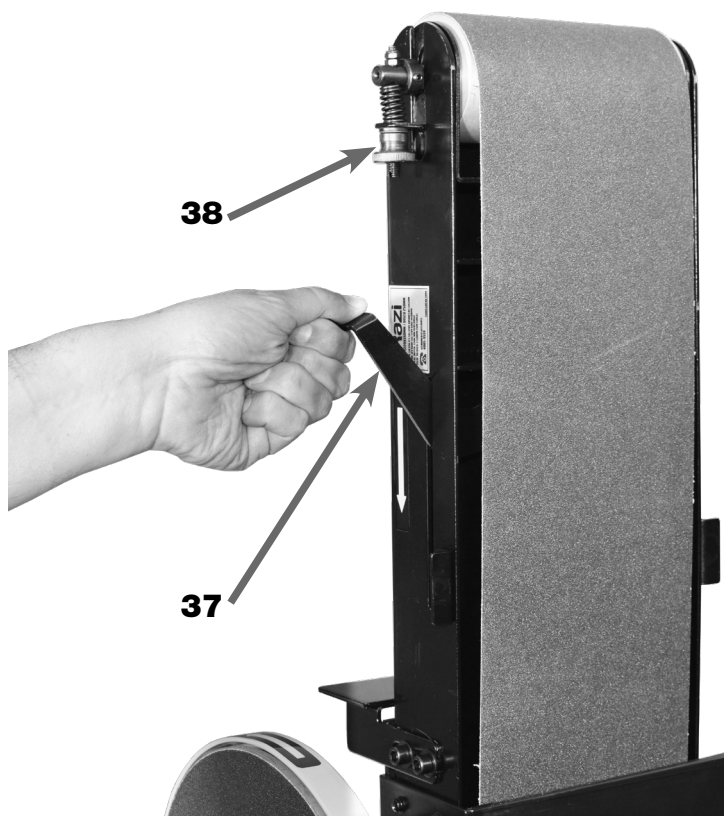

FIGURA 29 – Posição da Alavanca Tensionadora
8. POSICIONAR a Alavanca Tensionadora (37) para cima (figura 29);
14. MONTAR a Tampa de Proteção (55);
15. FIXAR a Tampa de Proteção (55) pelo Manípulo de Fixação (54);
16. MONTAR o Batente (52);
17. FIXAR o Batente (52) pelos 4 Parafusos de Fixação (53);
18. ENCAIXAR a Palheta de Segurança (61) na Chave LIGA/DESLIGA (23);
19. CONECTAR o Plugue de Alimentação (25) na Rede Elétrica do usuário;
20. LIGAR a máquina pela Chave LIGA/DESLIGA (23);
21. VERIFICAR a tendência lateral da Lixa de Fita (11) sobre a Mesa da Lixa de Fita (05);
22. GIRAR lentamente o Manípulo de Ajuste Lateral (38) (figura 29) para um dos sentidos (HORÁRIO ou ANTI-HORÁRIO);
23. VERIFICAR a tendência da Lixa de Fita (11). Se a tendência for sair dos Rolos (09)(10) GIRAR no sentido oposto o Manípulo de Ajuste Lateral (38);
24. AJUSTAR a Lixa de Fita (11) até ficar centralizada sobre a Mesa da Lixa de Fita (05);
25. DESLIGAR a máquina pela Chave LIGA/DESLIGA (23).